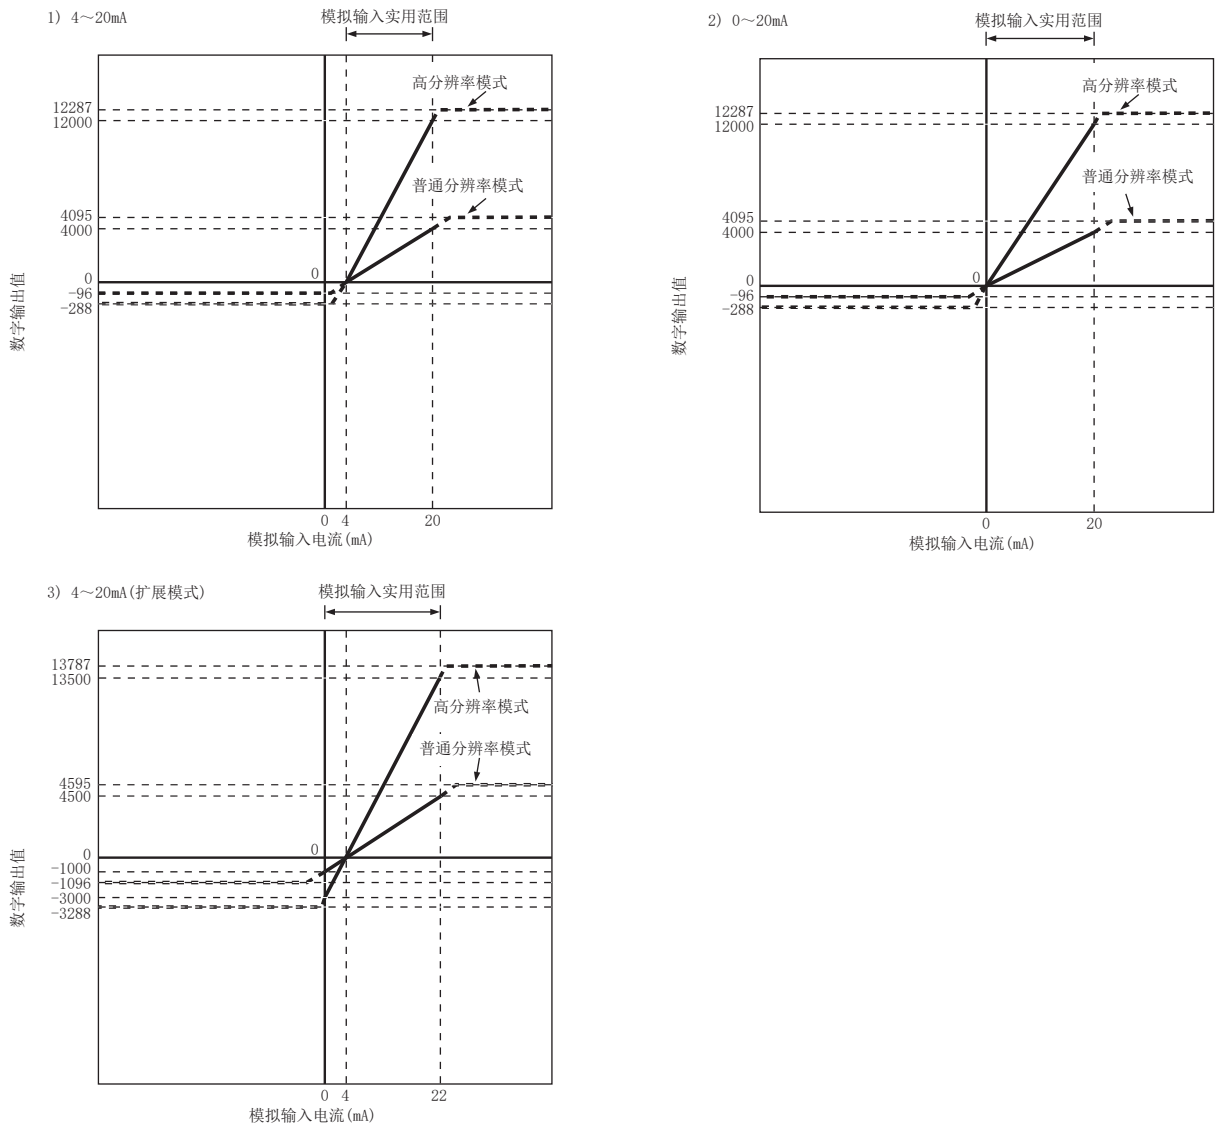

图 3.3 电流输入特性
电流输入特性图如图 3.3 所示。
- (1) 应在各输入范围的模拟输入实用范围以及数字输出实用范围的范围内使用。如果超过了该范围，最大分辨率、精度有可能无法保证在性能规格范围内。（应避免使用图 3.3 的虚线部分。）
- (2) 如果使用了除 $-30 \sim 30\text{mA}$ 以外的范围，有可能导致元件损坏。
- (3) 模拟输入超过数字输出值范围时，数字输出值将被固定为最大值或者最小值。